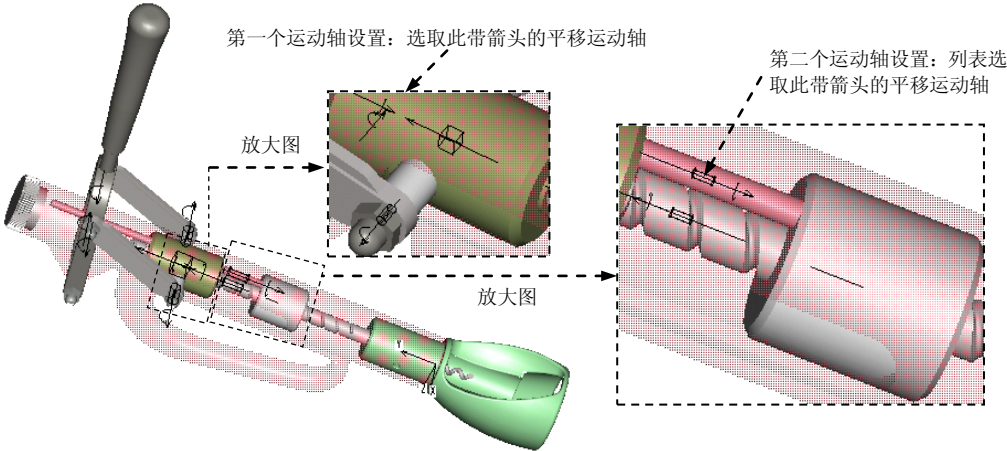

图 12.5.39 运动轴设置
Step1. 选择下拉菜单 **应用程序(P)** → **机构** 命令进入机构模块，然后选择下拉菜单 **视图(V)** → **方向(Q)** → **拖动元件(Q)...** 命令，用“点拖动”将驱动杆子装配 (actuating_rod_asm.asm) 拖到图 12.5.39 所示的位置（读者练习时，拖移后的位置不要与图中所示的位置相差太远，否则后面的操作会出现问题），然后关闭“拖移”对话框。